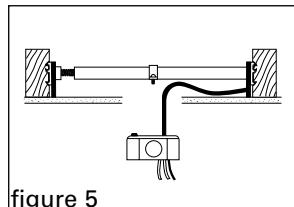

figure 5
4. Retirez une entrée défonçable de la boîte électrique et installez le connecteur jaune. Tirez le fil vers le bas à travers le trou jusqu'au connecteur jaune. Insérez la boîte électrique dans le trou et fixez-la aux boulons du support (figure 5). Fixez la boîte à l'aide des deux contre-écrous de nylon fournis. Vissez fermement (figure 6). **Ne pas trop serrer.**